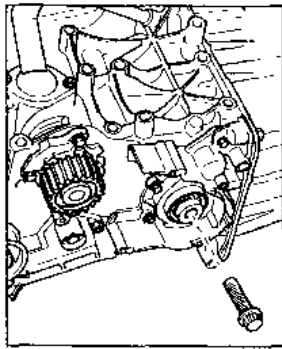

图 1-11 旋入中心螺栓
3. 如图 1-11, 为导入密封圈起拔器, 用手把中心螺栓旋入曲轴至停止位置。